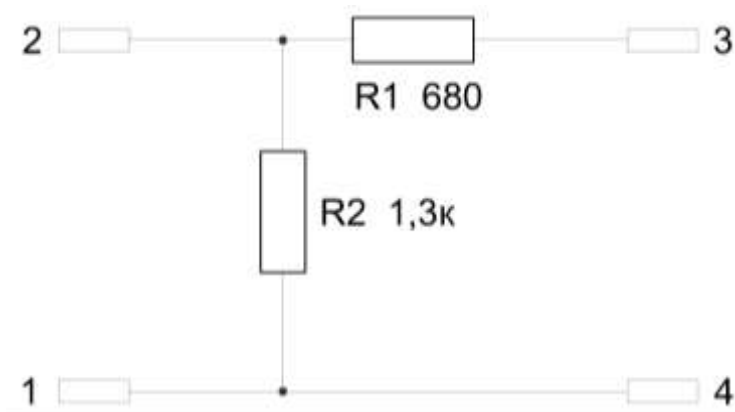

Рис. 7. Оконечный элемент ОЭ2. Схема.
- ОЭ2 (НЛВТ.425641.122-05), Рис.2, Рис.7 – оконечный элемент, предназначенный для обеспечения контроля на обрыв цепи безадресного шлейфа модуля шлейфов сигнализации.